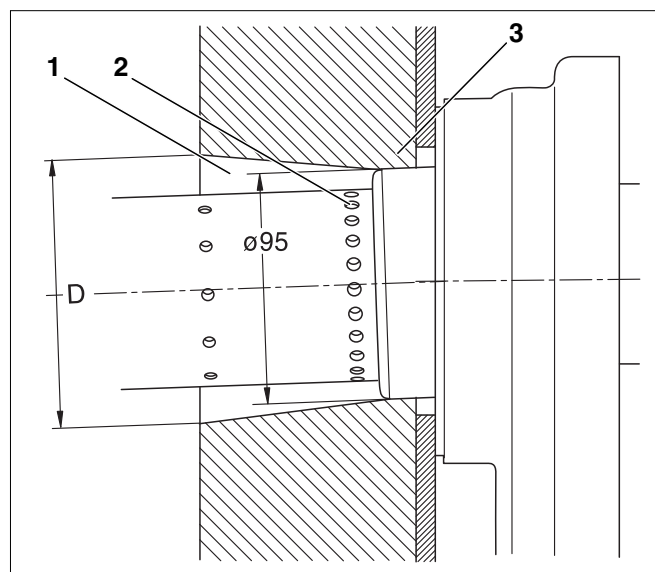

Fig. 17 Esquema de corte de la sección de la puerta (medida en mm)
Durante la adaptación de la apertura del cañón del quemador debe tenerse en cuenta que la insonorización de la puerta (fig. 17, **pos. 1**) tiene una forma cónica para que la insonorización en el sector de la puerta de la cámara de combustión esté en contacto directo con el tubo de apoyo.
Las perforaciones de recirculación (fig. 17, **pos. 2**) del cañón del quemador no deben ser cubiertas por la insonorización de la puerta. En caso de ser necesario, cortar la insonorización (fig. 17, **pos. 3**).